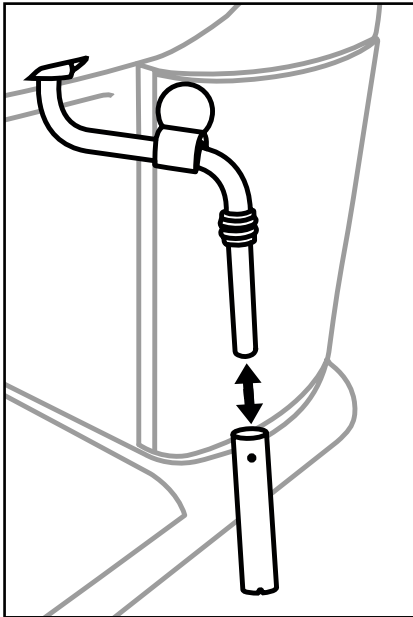

Figure 1
- 5) Retirez la gaine du mousseur à lait 10 (figure 1) et la nettoyez soigneusement à l'eau chaude.
- 7) Glissez à nouveau la gaine sur la buse (figure 1).